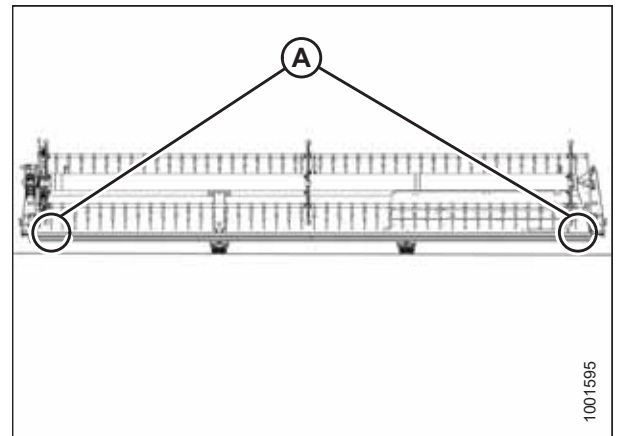

Abbildung 4.262: Messstellen an FlexDraper® Schneidwerk mit durchgehender Haspel
- Schneidwerke mit durchgehender Haspel: Abbildung 4.262, Seite 453